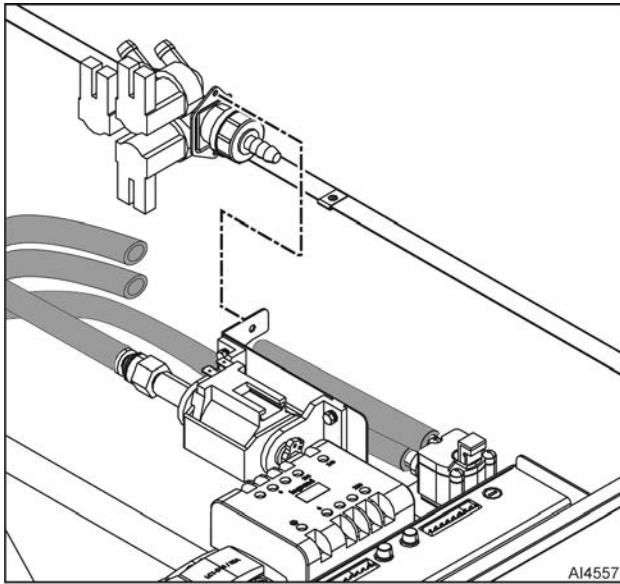

Fig. 54
3. Remove flow meter hose (Fig. 54).